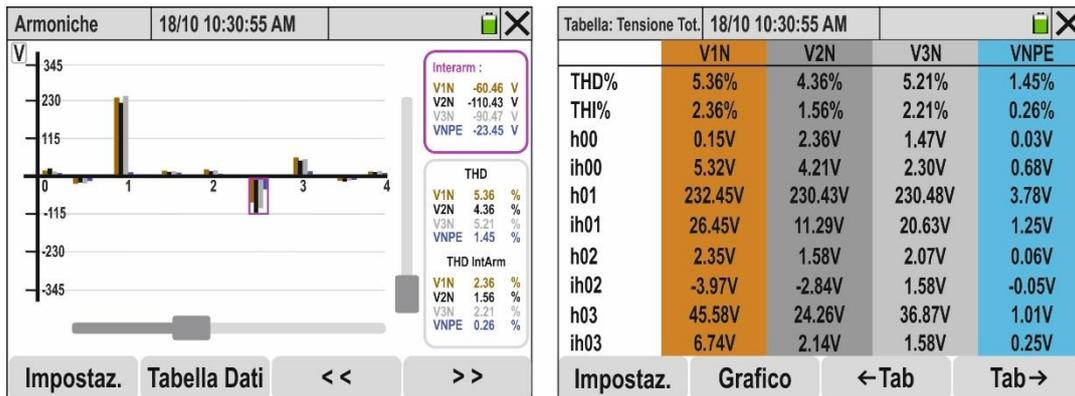

Fig. 55: Analisi armonica tensioni in formato numerico e grafico
6. **Con selezione delle 4 tensioni** i grafici a istogramma delle singole tensioni V1N, V2N, V3N e VNPE sono mostrate nella Fig. 55 - parte sinistra
8. Toccare il tasto “**Tabella Dati**” per passare dalla visualizzazione numerica. La videata di Fig. 55 - parte destra è mostrata a display. I parametri “**hxx**” indicano l’ampiezza dell’armonica xx, mentre i parametri “**ihxx**” ndicano l’ampiezza dell’interarmonica xx per ogni canale selezionato
12. Toccare il tasto “**Tabella Dati**” per passare dalla visualizzazione numerica. La videata di Fig. 55 - parte destra è mostrata a display. I parametri “**hxx**” indicano l’ampiezza dell’armonica xx, mentre i parametri “**ihxx**” ndicano l’ampiezza dell’interarmonica xx per ogni canale selezionato
16. Toccare il tasto “**Tabella Dati**” per passare dalla visualizzazione numerica. La videata di Fig. 55 - parte destra è mostrata a display. I parametri “**hxx**” indicano l’ampiezza dell’armonica xx, mentre i parametri “**ihxx**” ndicano l’ampiezza dell’interarmonica xx per ogni canale selezionato